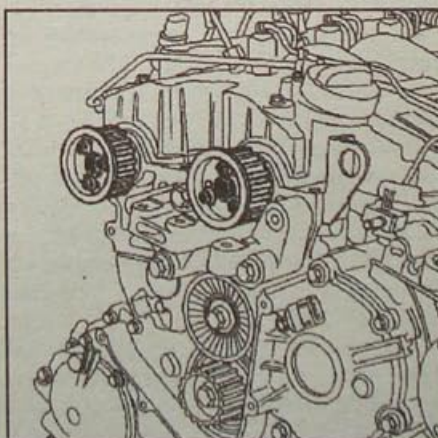

Рис. 4.9. Двигатель со снятым ремнем привода газораспределительного механизма
• Снимите ремень привода газораспределительного механизма (рис. 4.9).